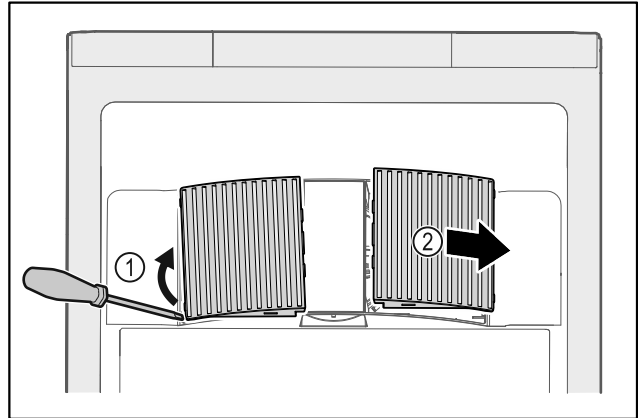

Fig. 201
- ▶ Ventilatorafdekkingen voorzichtig aan de zijkant eruit halen Fig. 201 (1) en naar de voorkant toe verwijderen Fig. 201 (2).